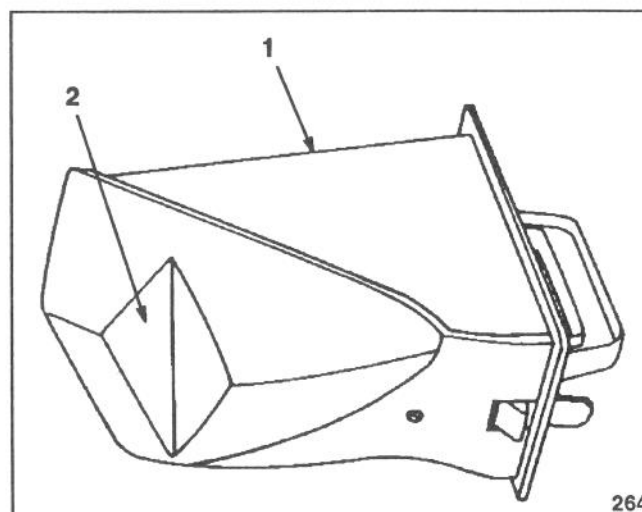

Abb. 7
- C. Ein Mulchstöpsel, der im Auswurftrichter montiert wird (ein fünftes Umlenkeblech befindet sich auf dem Mulchstöpsel) (Abb. 7).
Umlenklech (Abb. 7) hat, das das Geschnittene nach unten ins Gras schleudert.